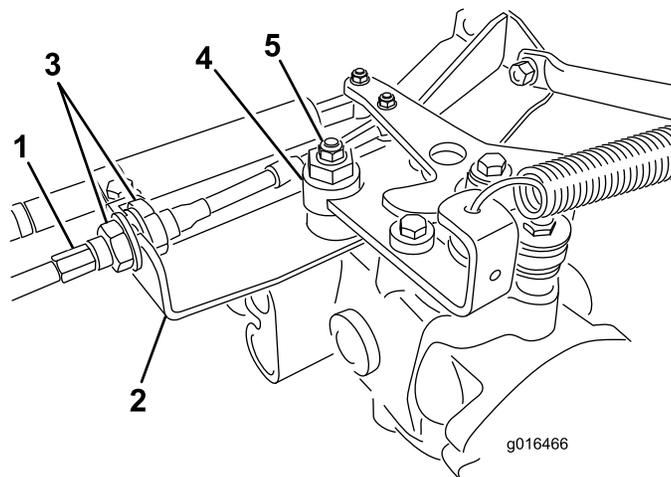

図 42
- A. 走行ケーブルを油圧トランスミッションのバルクヘッドに取り付けているジャムナット（図 42）を両方ともゆるめる。ジャムナットは調整ができるよう十分に、また均等にゆるめること。
- B. 偏芯ナットをトランスミッション上部に止めているナット（図 42）をゆるめる。
- D. どちらにも車輪が回らないように偏芯ナットを回して調整する。調整ができたなら固定ナットを締める（図 42）。スロットル SLOW および FAST 位置で調整が正しいことを確認する。